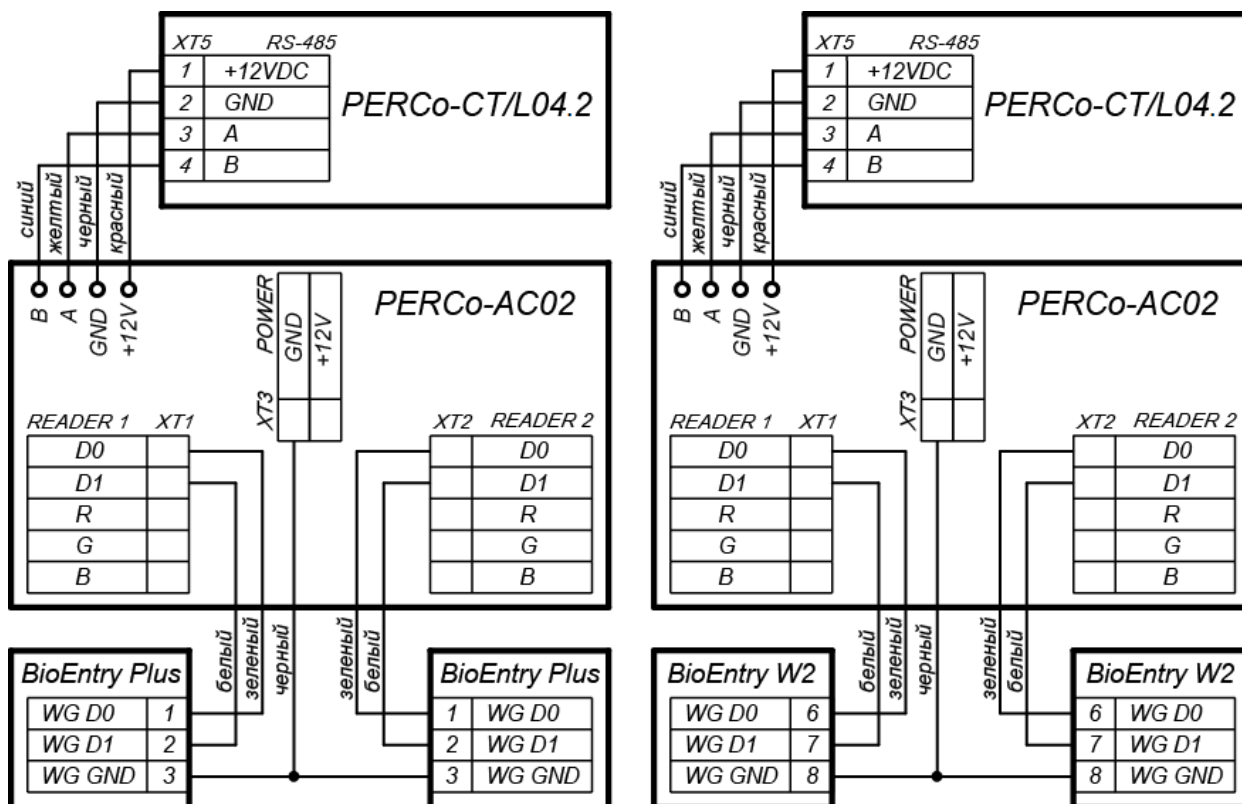

Рисунок 20. Схемы подключения контроллеров *Suprema* к контроллеру **PERCo-CT/L04.2** через конвертер интерфейса **PERCo-AC02**
2. В качестве считывателя отпечатков пальца при управлении одним из направлений двухстороннего замка (турникета). В этом случае поддерживается контроль зональности, ИУ управляется выходами контроллера **PERCo-CT/L04.2**. Контроллер *Suprema* подключается к контроллеру **PERCo-CT/L04.2** по интерфейсу *Wiegand* через конвертер интерфейса **PERCo-AC02** (схемы подключения - см. рис. 20).